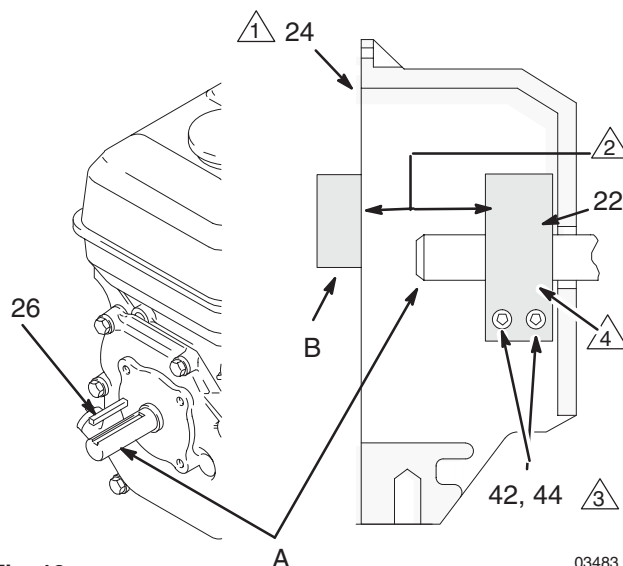

Fig. 12
1. Fig. 12. Afloje los dos tornillos (44) de la abrazadera (22).
2. Introduzca el destornillador en la ranura de la abrazadera (22) y saque ésta.
1. Fig. 12. Instale la chaveta del eje del motor (26).
2. Golpee la abrazadera (22) del eje del motor (A) con un mazo de plástico.
3. Introduzca la abrazadera (22) en el eje del motor (A). Mantenga la distancia mostrada en la nota 2 de la Fig. 12. El lado biselado debe quedar dirigido hacia el motor.